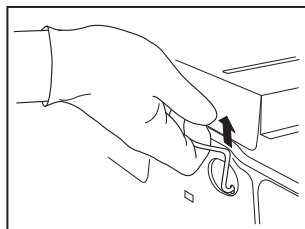

Fig. 2
2. Levante a pega conforme representado na Fig. 2